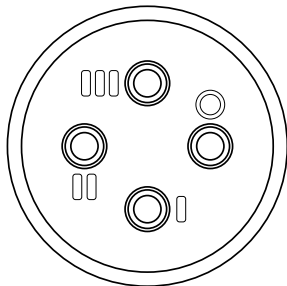

Рисунок 4.2 – Маркировка на штуцере
3. Ввернуть комплект электродов в штуцер согласно маркировке (см. рисунок 4.2):